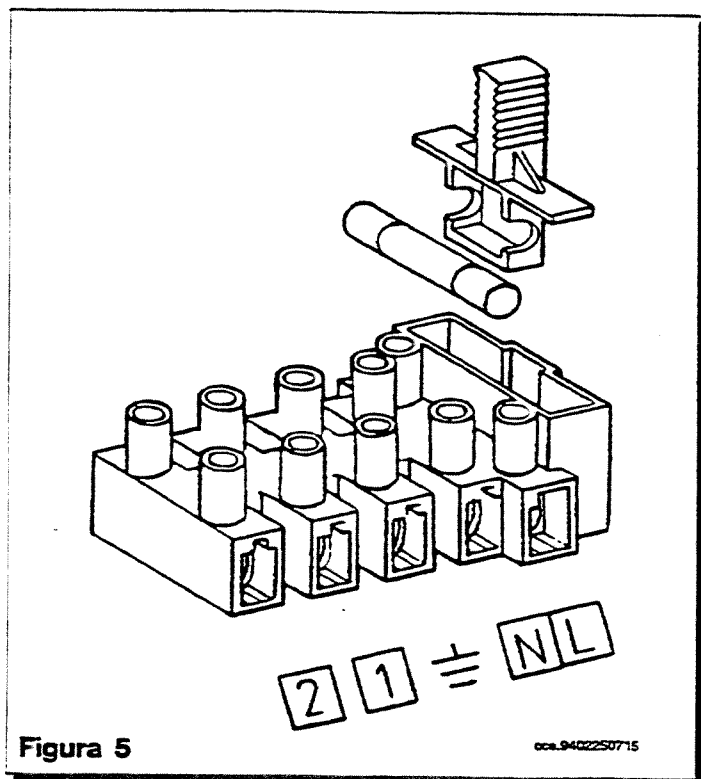

Figura 5
- * accedere alla morsettieria di alimentazione (figura 5) come descritto al capitolo precedente;
- * togliere il ponticello presente sui morsetti (1) e (2);